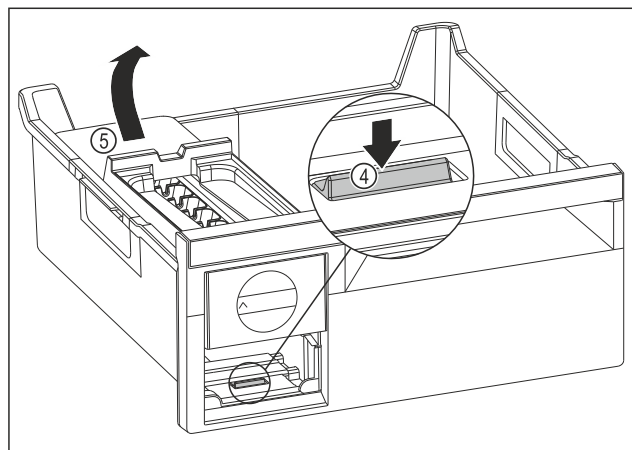

Fig. 143
- ▶ Wyjmowanie korpusu EasyTwist-Ice: Nacisnąć nakładkę Fig. 143 (4) palcem w dół i jednocześnie podnieść korpus EasyTwist-Ice Fig. 143 (5) od tyłu drugą ręką.